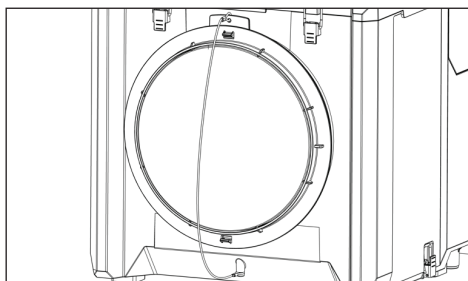

Fig. 7: Couvercle de l'entrée d'air (position de fermeture)
- ▶ Fermez le couvercle de l'entrée d'air (Fig. 7) avant le transport. Cela empêche la poussière de s'échapper de l'appareil dans l'environnement.